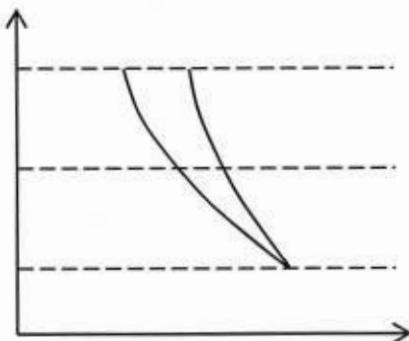

Figure 6
26-On donne en **Figure 6**, le tracé à partir d'un point 1 du diagramme de Clapeyron, deux évolutions : l'une isotherme, l'autre isentropique. Reprenez sur votre copie ce diagramme en identifiant le tracé de l'évolution isentropique et de l'évolution isotherme. On justifiera la réponse en démontrant une relation entre la pente d'une isotherme et la pente d'une isentropique.
- 27-Toujours à partir de la **Figure 6**, tracer un nouveau diagramme de Clapeyron en y faisant figurer la courbe représentative de l'évolution de  $1 \rightarrow 2$  relative à la configuration compression à un étage. Sur le même graphe représenter les trois évolutions  $1 \rightarrow 1a$ ,  $1a \rightarrow 1b$  et  $1b \rightarrow 2a$  relatives à la configuration compression à deux étages.